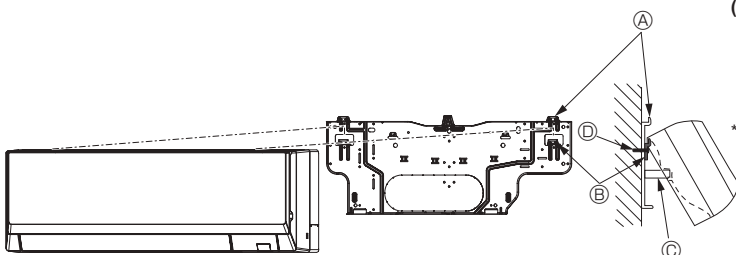

Fig. 3-12
- Si la unidad interior no puede colgarse y levantarse con el gancho normal (las dimensiones de 2.1. ⓐ (el espacio entre el techo y la unidad) son como máximo de 75 mm), cuelgue la unidad en el gancho inferior para la tubería izquierda. (Fig. 3-12)
(Fig. 3-12)